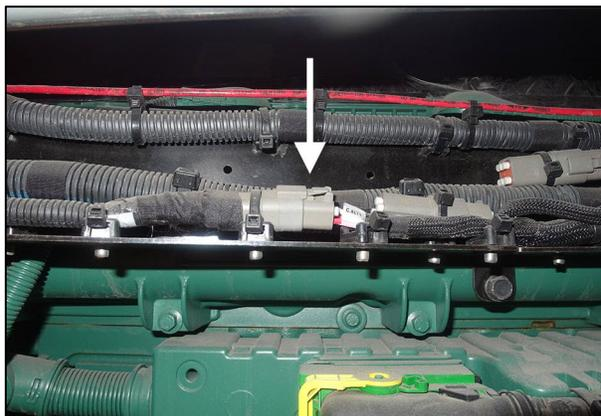

FIGURE 35
40. Guider le câblage de commande par dessus le moteur jusqu'au connecteur C_ALT. (Figure 35)